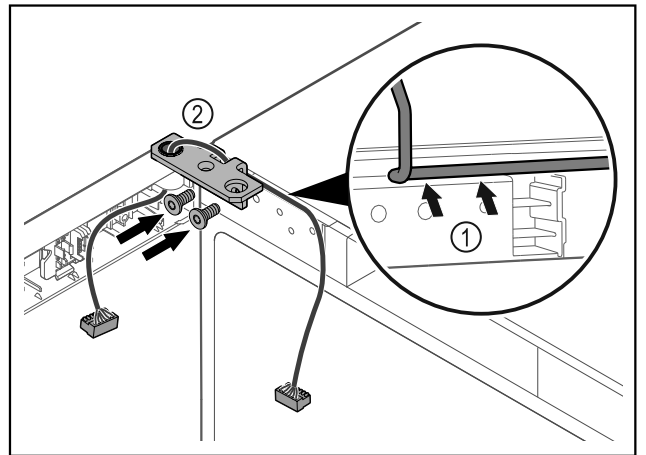

Fig. 63
- ▶ 将电缆穿过合页角铁的缺口并小心铺设 Fig. 63 (1)。
- ▶ 拧上合页角铁 Fig. 63 (2)。